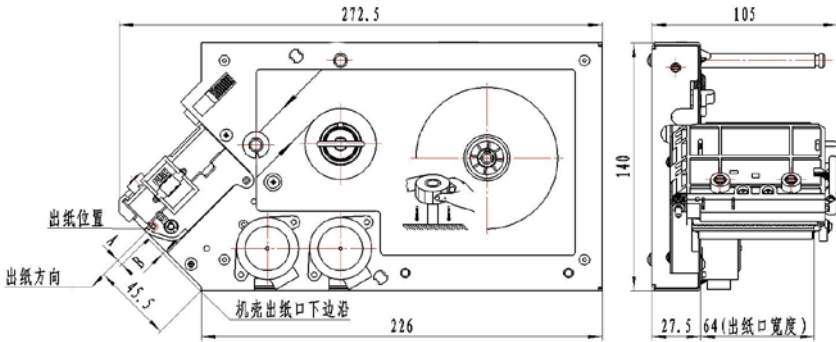

图 4.2-5 出纸口位置
- 出纸口位置和宽度如图4.2-5，为保证走纸顺畅，机壳的出纸口要保证与打印机的出纸口对正，而且打印机出纸口上下要留出足够余量。因介质存在一定的卷曲，尤其要注意介质运行时撞在机壳出纸口下边，因此尺寸A设置要合理，避开纸张。另外，机壳出纸口下沿与离打印机的间隙B要保证介质安装要求。